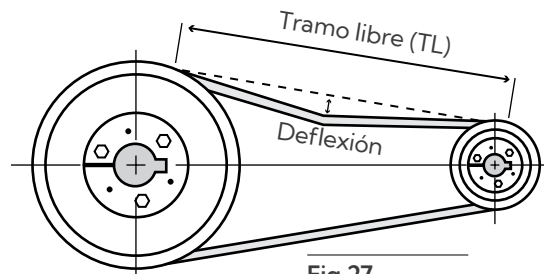

Fig 27. Deflexión :16 mm por cada 1 mts de longitud del tramo libre (TL).
1. Con un flexómetro o cualquier otro instrumento, mida el tramo libre (TL) de las correas en metros (Fig. 27) o calcúlelo de la siguiente manera: